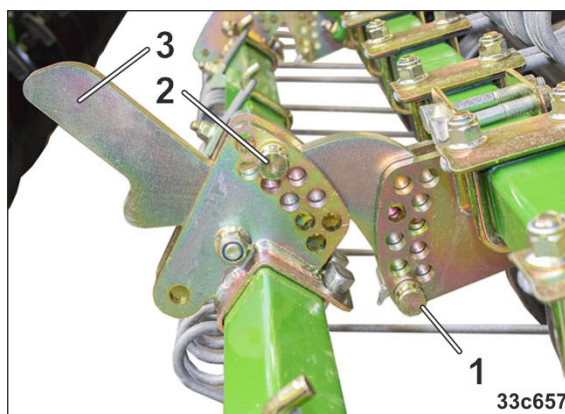

Fig. 193
3. Țineți strâns bara dinților greblei la mânerul brațului portant (Fig. 193/3).
4. Reglați adâncimea de lucru a dinților greblei prin desfacerea brațului portant cu bolțul (Fig. 193/1).
6. Modificați unghiul de poziționare a dinților greblei față de sol prin scoaterea bolțului (Fig. 193/2)
Acordați atenție ca bolțul (Fig. 193/2) de sub brațul portant să fie introdus (Fig. 193/3) în segmentul de ajustare.
Unghiul de poziționare devine mai deschis cu cât bolțul (Fig. 193/2) este introdus mai adânc în segmentul de ajustare.
7. Asigurați bolțul (Fig. 193/2) cu un șplint după fiecare prindere.